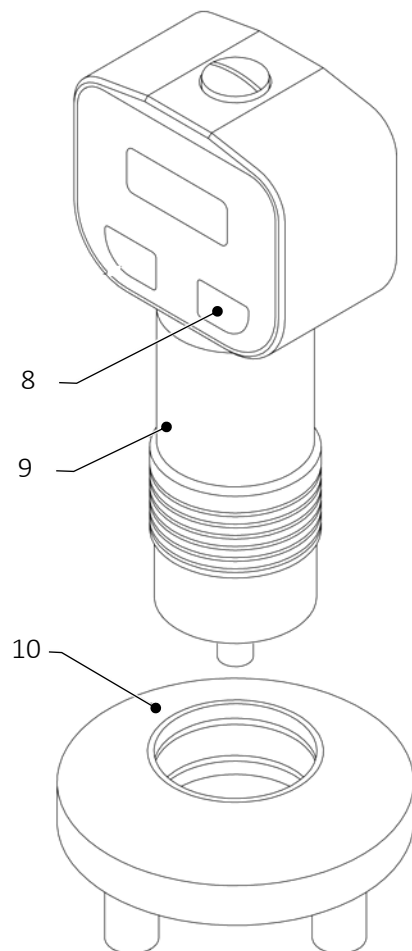

Abb. 2 Montage des Stabilisierungsrings
- Schrauben Sie die Deckschraube (1) ab.
- Falls montiert, ziehen Sie den Stabilisierungsring (10, Abb. 2) ab.
- Schrauben Sie das Adapterstück (11) in die Bohrung für die Deckschraube.